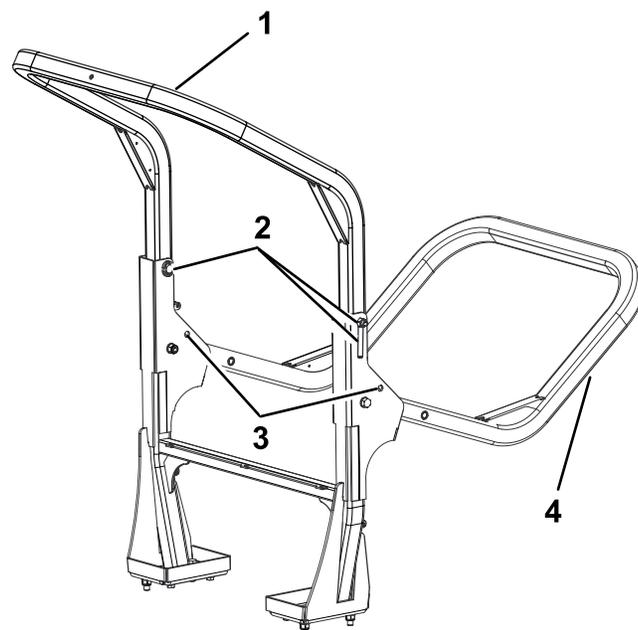

Figura 28
2. Suporte o peso da estrutura superior da barra de segurança enquanto remove os pinos de encaixe e os passadores de forquilha dos suportes articulados (Figura 28).